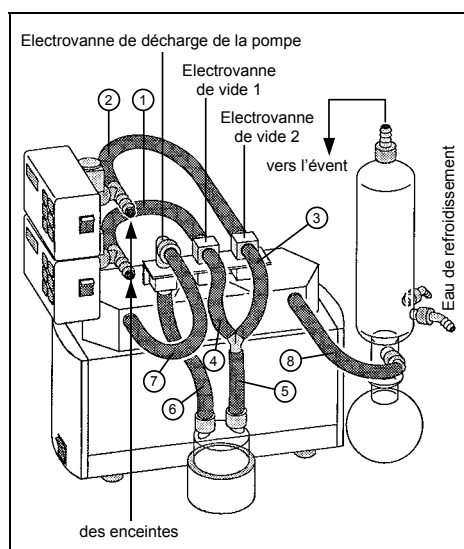
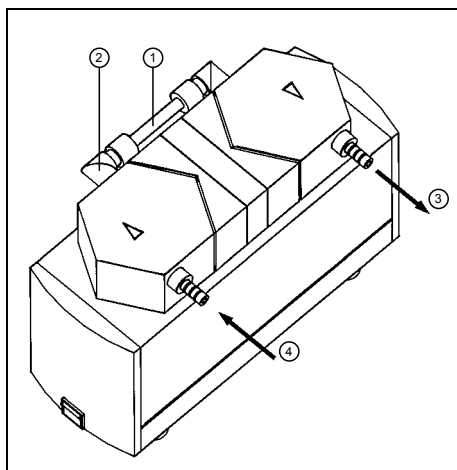

Fig. 13 : Raccordement système SCC... (pompes à deux têtes)
Fig. 15 : Pour le montage du lest d'air.
- ⑤ Serrer la vis à 6 pans creux au pied du support, qui se trouve dans la rainure de la plaque de base.
- ⑥ Raccordement des pompes à deux têtes suivant la figure 13. Pour le raccordement des pompes à une tête, ou en version Aluminium (reconnaisable à la lettre « A » de la référence), prière de contacter KNF. Choisir les matériaux des tuyaux en fonction des gaz véhiculés.
- ❼ Monter en plus le contrôleur de vide utilisé dans le système précédent sur le nouveau support de base. Glisser l'écrou de fixation du contrôleur dans la rainure prévue à cet effet et serrer la vis à 6 pans creux.
- ❽ Glisser les éléments de fixation du nouveau support dans la rainure de la plaque de base.
- ❾ Serrer la vis à 6 pans creux au pied du support, qui se trouve dans la rainure de la plaque de base.
- ❿ Monter le support transversal sur le support de base.
- ⓬ Raccordement des pompes à deux têtes suivant la figure 13. Pour le raccordement des pompes à une tête, ou en version Aluminium (reconnaissable à la lettre « A » de la référence), prière de contacter KNF. Choisir les matériaux des tuyaux en fonction des gaz véhiculés.
- ❶ Mettre la pompe hors service (voir chapitre 6) ; pour cela, débrancher l'alimentation électrique.
- ❷ Retirer les raccordements pneumatiques à l'aspiration et au refoulement de la pompe.
- ❸ Retirer la pompe de la plaque de base.
- ❹ Démonter le raccordement entre les têtes de la pompe (voir figure 15).
- ❺ Dévisser l'embout de la tête d'aspiration (voir figure 15).
- ❻ Visser le lest d'air à la tête de la pompe (le raccord du l'est d'air est entouré de Téflon).
- ❼ Remonter le raccordement entre les têtes de la pompe.